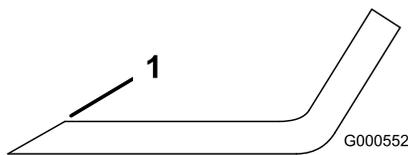

Figure 117
1. Au moyen d'une lime, aiguissez les tranchants aux deux extrémités de la lame (Figure 117).
Remarque: Si la lame est déséquilibrée, limez un peu l'extrémité de l'aillette seulement (Figure 117).